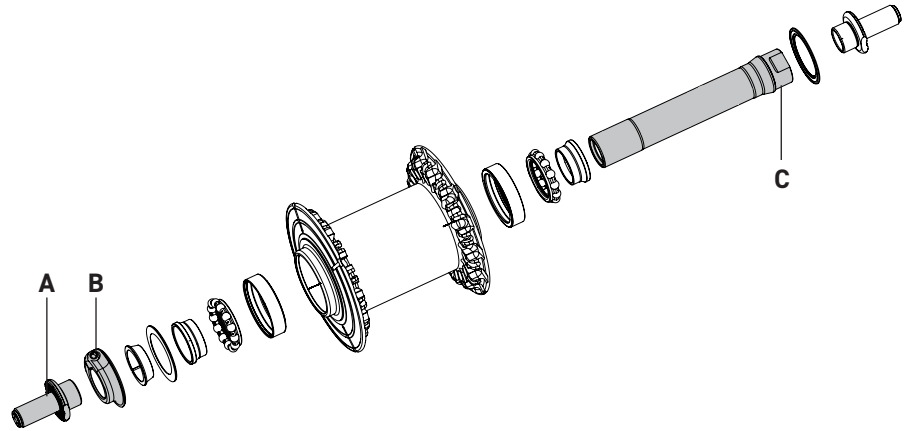

Fig. 23
• Fije el eje con una llave fija de 14 mm que deberá introducir en la posición C (Fig. 23) y, en el lado izquierdo donde está la tuerca B (Fig. 23) de regulación del buje, afloje el adaptador A (Fig. 23) con una llave de 17mm.
• Fije el eje con una llave fija de 14 mm que deberá introducir en la posición C (Fig. 23) y apriete el adaptador A (Fig. 23) con una llave de 17mm, a un par de 12 Nm.